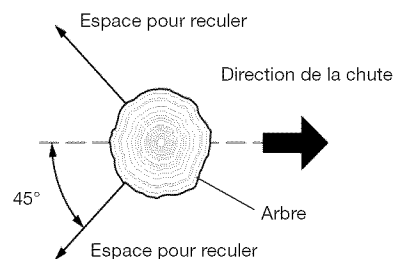

Figure 14 - Espace pour reculer par rapport à l'arbre
3. Prévoyez un espace dégagé pour reculer avant de commencer l'abattage ; dans la direction opposée à celle prévue pour la chute de l'arbre et à un angle de 45° (voir figure 14).